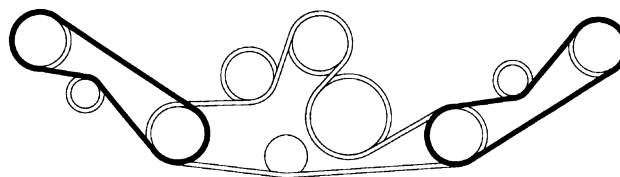

Figure 13
5. Acheminer les courroies neuves autour des poulies d'axes et des ensembles poulies de tension, comme indiqué à la Figure 13.